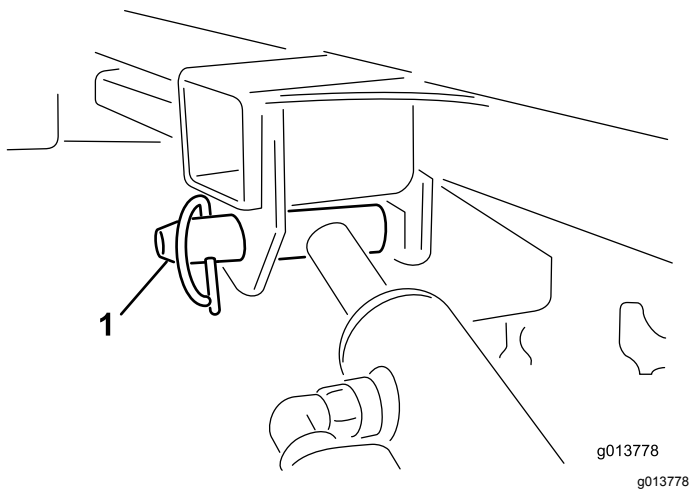

Figura 51
11. Con una mano, tenete fermo il cilindro di sollevamento. Con l'altra mano staccate il perno di bloccaggio del cilindro di sollevamento (**Figura 51**).